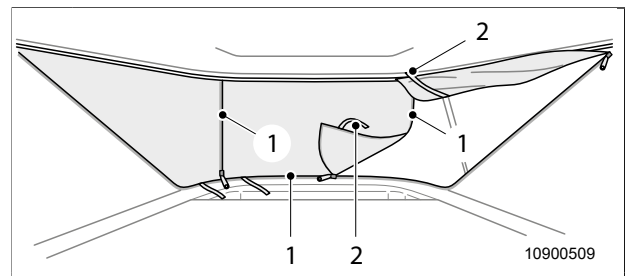

Fig. 40 Función de convertibile
1. Abrir las cremalleras (Fig. 40, pos. 1).
2. Recoger los pliegues del fuelle de tela y fijar con las cintas velcro (Fig. 40, pos. 2).